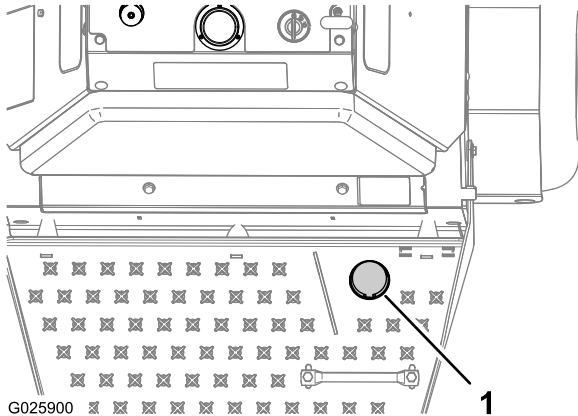

Figure 16
2. Appuyez le pied sur la commande des louchets pour abaisser les louchets (Figure 16).
3. Appuyez sur la commande avec le pied et avancez les leviers de commande de déplacement pour aérer (Figure 16); voir Leviers de commande de déplacement \(page 15\).
Pour relever les louchets, enlevez le pied de la commande (Figure 16).
(Figure 16); voir Leviers de commande de déplacement (page 15).